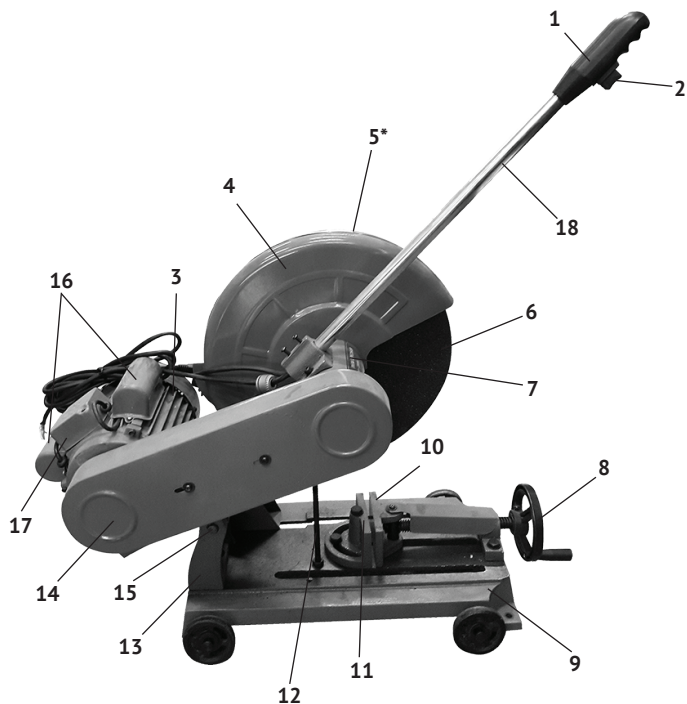

рис.1
1.6 Общий вид пилы представлен на рис.1
1.7 Основные узлы пилы: двигатель (рис.1 поз.3) с конденсаторами и клеммной коробкой, ремённая передача, рукоятка (рис.1 поз.1) с осью (рис.1 поз.18), шпиндель с диском и защитный кожух (рис.1 поз.4) закреплены на металлической платформе (рис.1 поз.7).
Все перечисленные узлы составляют головку режущую, которая при нажатии на рукоятку сверху, перемещается вокруг оси (рис.1 поз.15) и осуществляет вертикальный рез заготовки, закреплённой на рабочем столе (рис.1 поз.9). Перемещение платформы вверх обеспечивается возвратной пружиной на оси платформы. Заготовка крепится на рабочем столе между губками тисков: упорной (рис.1 поз.11) и подвижной (рис.1 поз.10). При косом резе, или для крепления заготовок сложной формы, упорную губку тисков (ослабив болтовые крепления) можно повернуть на угол до 90° в одну или другую сторону.
1.8 Клавиша выключателя (рис.1 поз.2) расположена в нижней части рукоятки (рис.1 поз.1). Включение пилы осуществляется нажатием на клавишу выключателя. Отпущенная клавиша выключателя (с характерным щелчком) возвращается в исходное положение – «выключено». Фиксация клавиши в рабочем положении не предусмотрена.
На защитном кожухе (рис.1 поз.4) стрелкой указано направление вращения диска.
Пила поставляется полностью собранной, за исключением оси (рис.1 поз.18) с рукояткой и маховика тисков (рис.1 поз.8). После распаковки и осмотра пилы на предмет отсутствия повреждений и полноту комплектации, её необходимо установить на ровную, твёрдую поверхность (верстака, рабочего стола или пола). Прикрутить двумя винтами ось рукоятки к платформе и закрепить маховик тисков на ходовом винте.
- надёжно закрепить обрабатываемую заготовку между упорной (рис.1 поз.11) и подвижной (рис.1 поз.10) губками тисков;
2.2.3 Регулировка глубины реза осуществляется перемещением гайки по верхней резьбе шпильки-ограничительной (рис.1 поз.12), в которую упирается платформа при подаче вниз:
- открутив два винта, снять защитный кожух ремней (рис.1 поз.14) с кронштейна;
- ослабить 4-е болта крепления двигателя (рис.1 поз.3) к платформе (рис.1 поз.7);